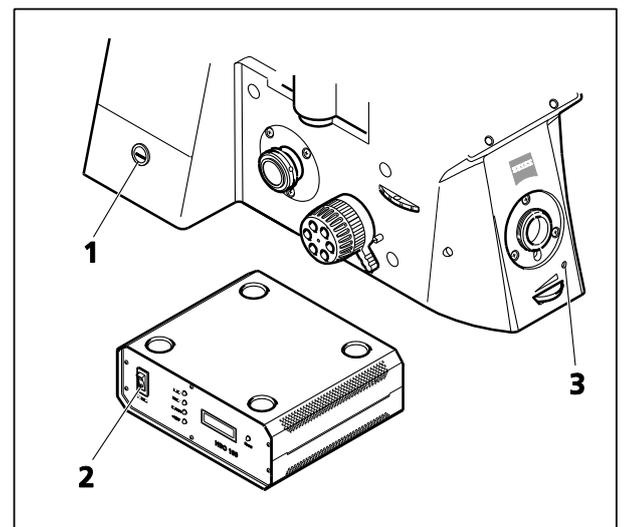

Fig. 48 Axio Observer et bloc d'alimentation (régulateur de puissance) pour HBO 100
- Mettre en marche et arrêter le microscope à l'aide de l'interrupteur d'alimentation (à gauche du statif, Fig. 48/1).
- Allumer puis éteindre le microscope à l'aide du bouton de veille (Fig. 48/1).
- Démarrer le microscope à l'aide du bouton de veille (à gauche du statif, Fig. 48/1).
La LED de surveillance (Fig. 48/3) s'allume lorsque le microscope est en marche.
- Si un dispositif d'éclairage à fluorescence (par ex. HBO 100) est connecté, mettre l'unité d'alimentation sous tension (Fig. 48/2) et hors tension à l'aide de l'interrupteur d'alimentation.